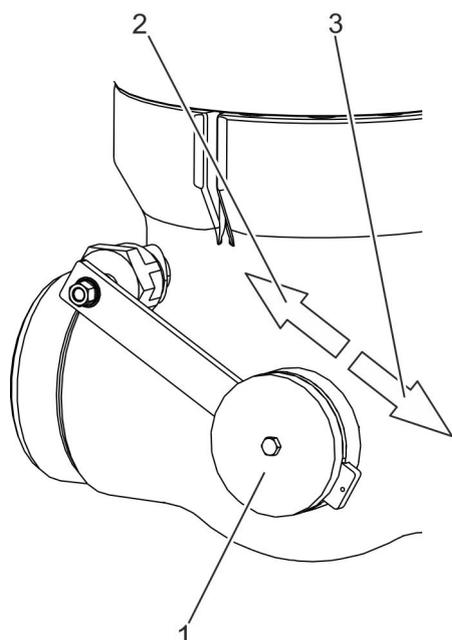

Abb. 14: Gewicht einstellen
**2.** → Gewicht (Abb. 14/1) auf dem Hebelarm verschieben:
- Gewicht zur Nabe (Abb. 14/2): Verringerung der Schließunterstützung
- Gewicht zum Hebelarmende (Abb. 14/3): Erhöhung der Schließunterstützung